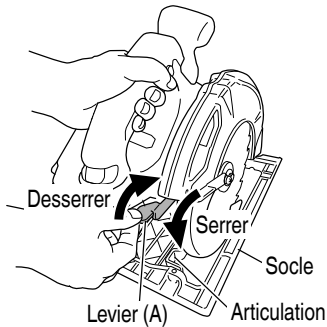
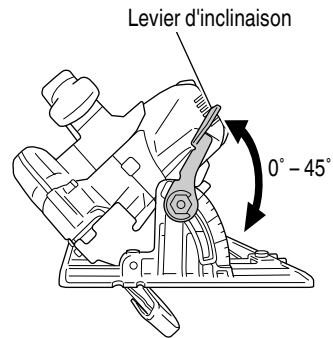
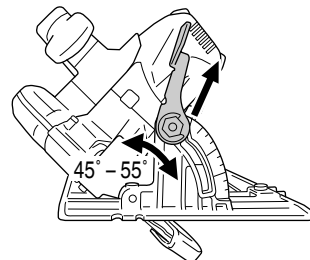

Fig. 18
Fig. 19
Fig. 20
Si le levier de profondeur de coupe pour ajuster la profondeur de coupe (Fig. 18) et le levier d'inclinaison pour ajuster l'angle d'inclinaison (Fig. 19) sont lâches, des blessures peuvent en résulter. S'assurer qu'ils sont solidement serrés. Bien s'assurer qu'ils sont serrés à fond.
1. Réglage de la profondeur de coupe (Fig. 18)
Comme l'illustre la Fig. 19, desserrer le levier d'inclinaison de la jauge d'inclinaison et l'écrou d'inclinaison à oreilles permet d'incliner la lame de scie d'un angle maximal de 45° par rapport au socle. Si un angle d'inclinaison de plus de 45° est utilisé, comme illustré à la Fig. 20, déplacer le levier d'inclinaison vers l'extérieur. La lame de scie peut être inclinée à un angle maximal de 55° par rapport au socle.
Si le levier qui permet de régler la profondeur de coupe (Fig. 18) est mal vissé, il y a risque de blessure. Bien vérifier qu'il est vissé à fond.